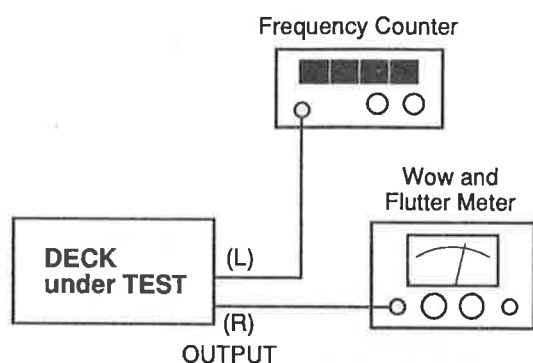

Fig. 4-1
1. Connect a frequency counter to the deck as shown in Fig. 4-1.
1. 図4-1のように周波数カウンターを接続する。
1. Connect a wow and flutter meter to the deck as shown in Fig. 4-1.
1. 図4-1のようにワウ・フラッターメーターを接続する。